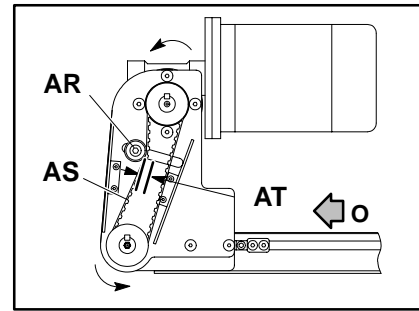
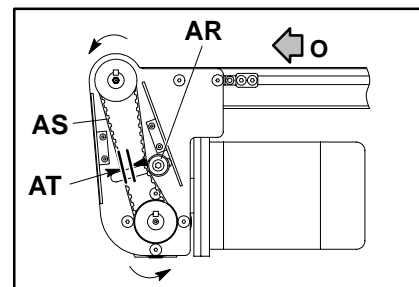

Figure 18: Ensemble d'entraînement sur le dessus
Figure 20: Ensemble d'entraînement sur le dessous
NOTE: Les informations suivantes s'appliquent à la fois aux ensembles à entraînements sur le dessus (figures 18 & 19) et sur le dessous (figures 20 & 21). La position de le montage du pignon de tension (AR) par rapport à la courroie crantée (AS) est dictée par le sens du mouvement de la bande du convoyeur (O).